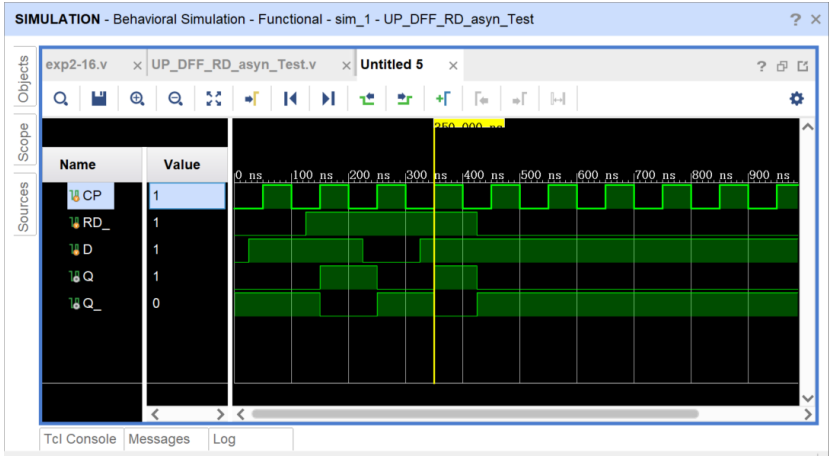

图3.26 【例 2.16】UP_DFF_RD_asyn 模块的仿真波形
UP_DFF_RD_asyn  The_DFF_UUT(CP,RD_,D, Q,Q_);图 3.26
注意：①其中 initial 和 always 同时从仿真零时刻开始执行，always 始终循环不断地执行，而 initial 则只执行一次。故 CP 从初始置为 0 后，每过 50ns 就执行一次取反操作，产生了周期为 100ns 的时钟信号。②激励输入 D 的变化时刻不要和 CP 的有效边沿重合，因此第一次延时选择 25ns 而不是 50ns，之后每隔 100ns 改变 D 或者 RD_。上述仿真代码产生的仿真波形如图 3.26 所示。
分析图 3.26 的波形可发现, 0ns 时刻 RD_赋值 0 之后, D 触发器的输出 Q 就清为零了; 即使在 25ns 时刻 D 变为 1, Q 没有改变; 50ns 时刻 CP 上升沿来临, Q 也没有改变。在 125ns 时刻, RD_赋值为 1, 此时 Q 仍保持为零, 直到 150ns, CP 上升沿到达后, 将 D 的值写入 Q, Q 变为 1。之后, 在 250ns 和 350ns 时刻, 各有一个 CP 的上升沿, Q 都随着 D 的改变而改变; 在 425ns 时刻, RD_再次变为 0, 从而使得触发器 Q 清零。因此, 通过以上分析推导, 可以得到结论: 模块 UP_DFF_RD_async 定义的带异步清零端的、正边沿触发的 D 触发器逻辑功能正确。
【思考与实践 3.1】:在 Vivado 中完成上述仿真实验, 观察你的波形是否与图 3.26 一致?